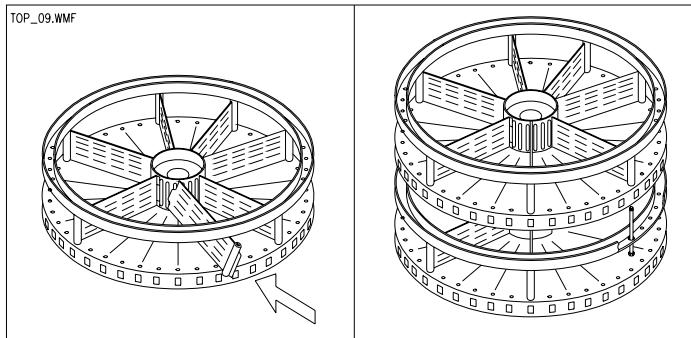

Abb. 9
- 3) Einsetzung der Trennwände: die Trennwände in die mittlere Nabe der Scheibe einsetzen (Abb. 9)
- 4) Die Scheibe drehen, die sich unter derjenigen befindet, deren Trennwändenzahl man ändern will, bis sich das große Loch des oberen Rings unter der Trennwand befindet, die man einsetzen will (Abb. 9).